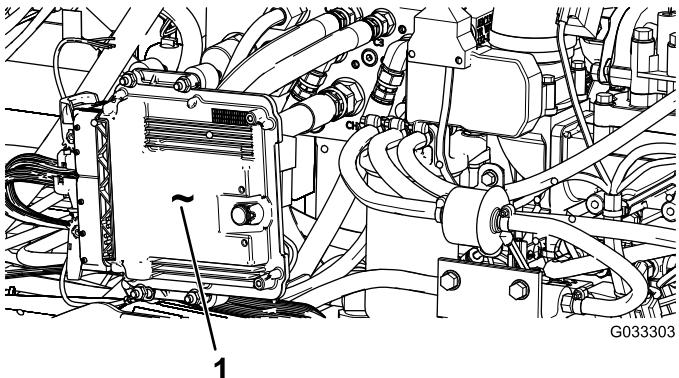

Figura 56
**Importante:** No deje que el agua entre en contacto directo con la unidad de control del motor (UCE) y con los conectores eléctricos, porque esto podría provocar daños; consulte en Figura 56 la ubicación de la EC U y de los conectores eléctricos.